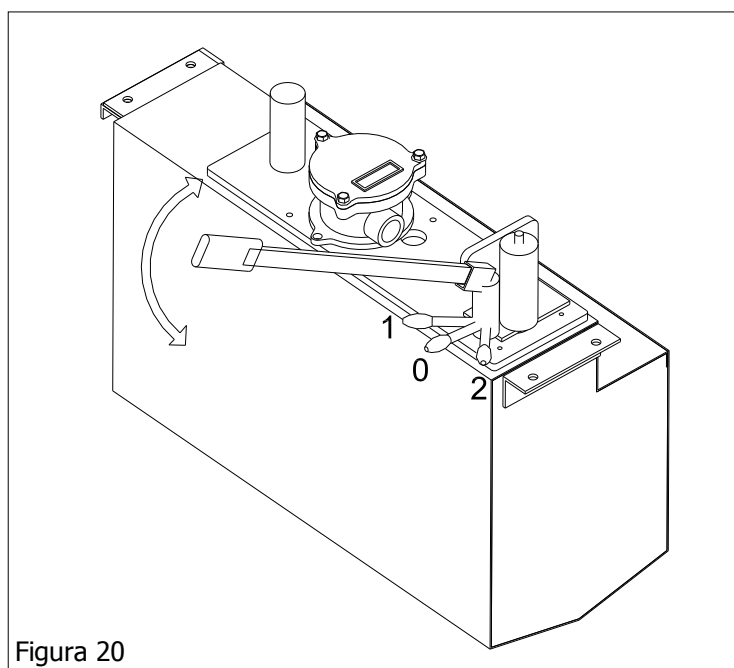

Figura 20
- Sul serbatoio dell'olio è posizionata una pompa a mano, alla base di essa è situato un deviatore. In fase di normale funzionamento la leva del deviatore è nella **POS 0** [Vedi Figura 20]
- Per sollevare il contenitore inserire una leva nella sede della pompa, spostare la leva del deviatore nella **POS 1** (verso la cabina) e pompare fino al sollevamento totale.[Vedi Figura 20]
- Per abbassare il contenitore spostare la leva del deviatore nella **POS 2** e pompare fino all'abbassamento totale.[Vedi Figura 20]
- Alla fine delle operazioni riportare sempre la leva del deviatore nella **POS 0**. [Vedi Figura 20]